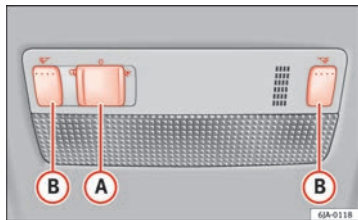

Fig. 59 Illuminazione interna – variante 1
- Muovere il commutatore **A** ⇒ fig. 59 verso il lato della lampadina, compare il simbolo .
- Muovere il commutatore **A** ⇒ fig. 59 nella posizione centrale **O**.
- Muovere il commutatore **A** ⇒ fig. 59 verso il centro della lampadina, compare il simbolo .
- Le luci di lettura si accendono e spengono mediante il tasto **B** ⇒ fig. 59.
Se è attivato l'interruttore delle luci dalla porta (commutatore **A** ⇒ fig. 59 in posizione), la luce si accende quando: